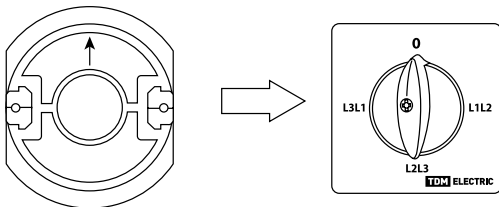

Рисунок 6. Обозначение верхнего положения рукоятки для КПУ11-10/67, КПУ11-10/68, КПУ11-10/98
6.3. В переключателях, служащих для подключения амперметров и вольтметров в сеть, на задней панели переключателя есть специальная метка в виде стрелки, расположение которой соответствует верхнему положению «0» рукоятки переключателя (см. рисунок 6).